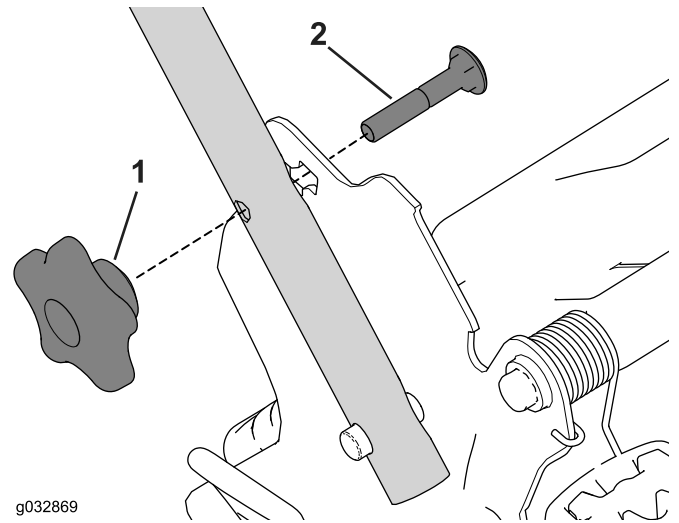

Figura 27
1. Retire y guarde los 2 pernos de cuello cuadrado y los 2 pomos de los soportes del manillar (Figura 27).